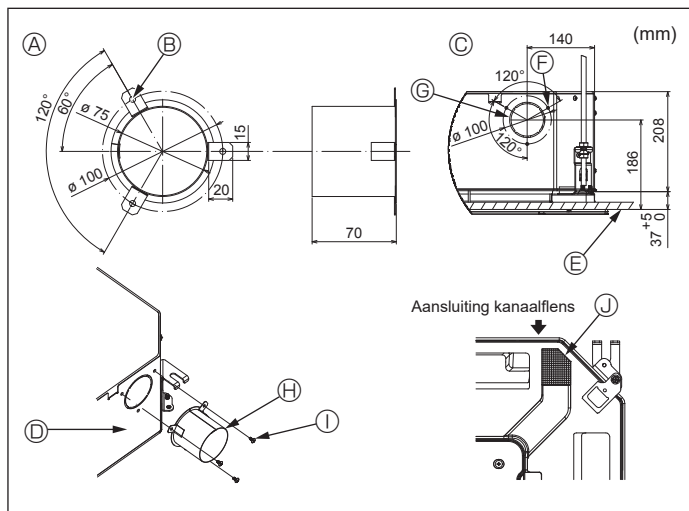

Fig. 4-3
4.3. Installatie van kanaal (bij buitenluchttoevoer) (Fig. 4-3)